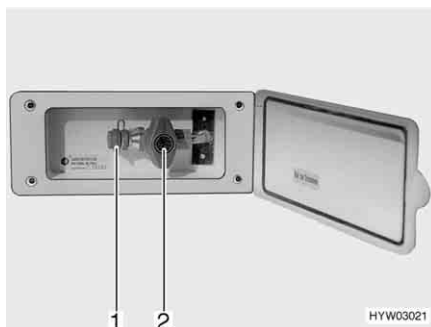

Fig. 68 Presa gas esterna, rubinetto di arresto del gas chiuso
La presa gas esterna (Fig. 68) si trova, a seconda del modello, nella parte posteriore o sul lato destro o sinistro del veicolo.
- Collegare l'apparecchio a gas esterno all'attacco (Fig. 68,1).
- Aprire il rubinetto di arresto del gas (Fig. 68,2).